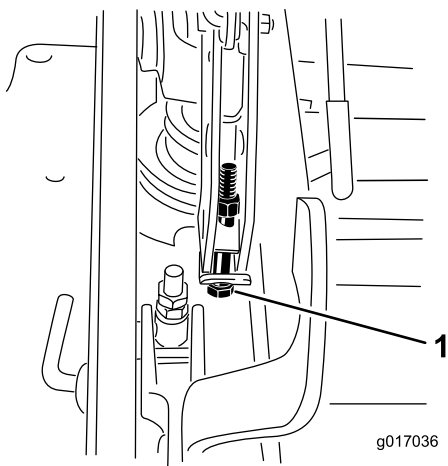

**Figura 74**
- 12. Para ajustar el sistema de ajuste de un solo punto, afloje los dos pernos situados cerca del borde inferior de la pletina de altura de corte. Consulte Figura 74.
14. Apriete los dos pernos situados cerca del borde inferior de la pletina de altura de corte (Figura 74). Apriete a 37–45Nm (27–33pies-libra).